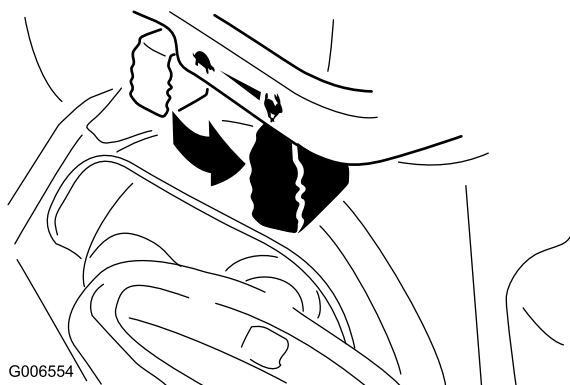

Figure 26
6. Placez la commande d'accélérateur en position haut régime (Figure 26).